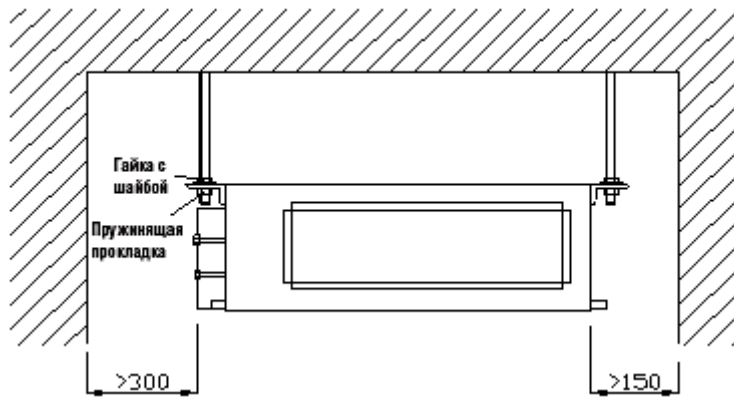

Рис.2
4. Минимально допустимые расстояния от блока до стен и предметов показано на рис. 2.